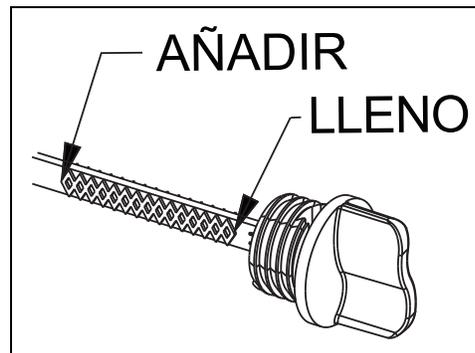

Figura 4-1: Comprobación del nivel de aceite
- Observe el nivel de aceite. El nivel debe estar en la marca "Full" (Completo) de la varilla de medición/tapa de llenado. Vea la Figura 4-1.